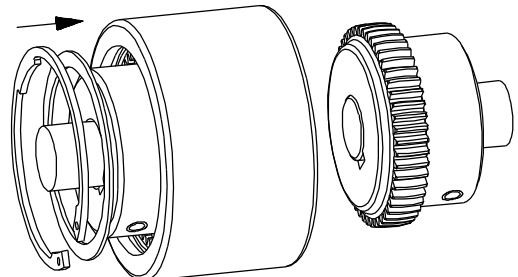

Bild 5.4
- Sichern Sie die Kupplungshülse gegen axiales Verschieben durch Einsetzen der Sicherungsringe in die Ringnuten der Kupplungshülsen. (siehe Bild 5.4)